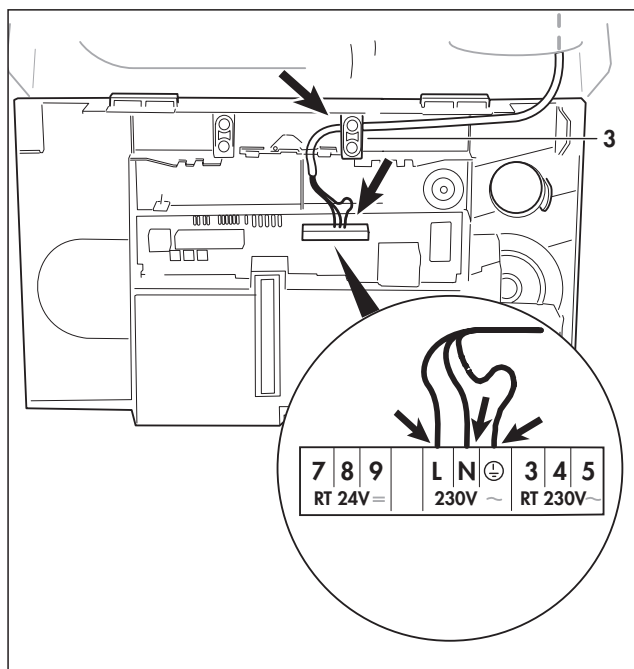

Fig. 3.14: Cablarea
- Declipsați capacul din spatele pupitrului de comandă (1) în locurile indicate (2) și îndepărtați-l.
- Tăiați cablurile de legătură (3) la cca. 50 cm de orificiul din perete și izolați conductoarele.
- Legați cablul de rețea așa cum este indicat în fig. 3.14.